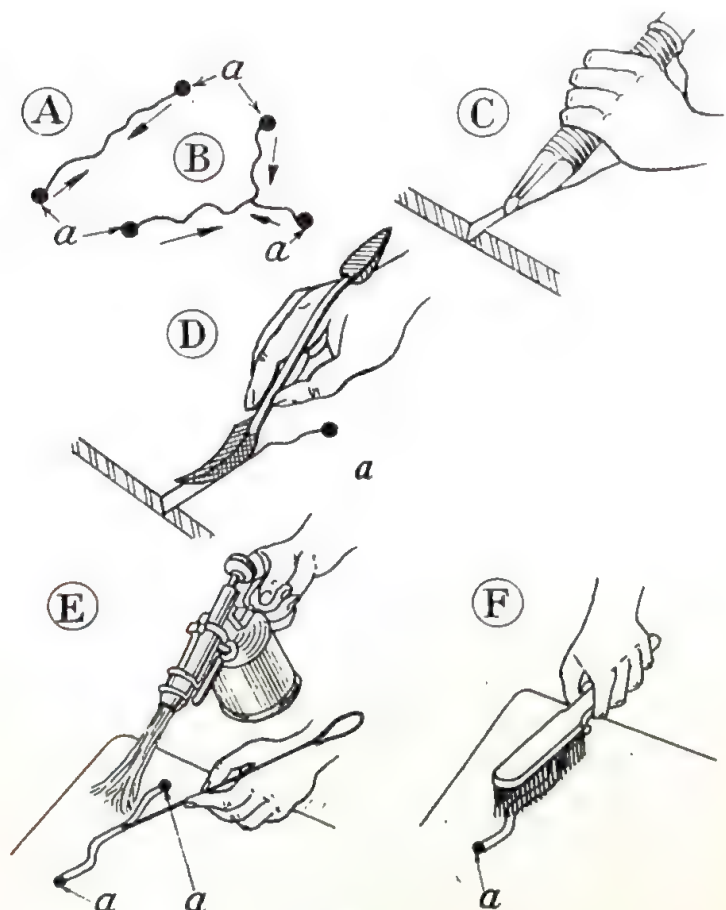

FIG. 91
B) Bien que les dilatations soient moins à redouter quand on brase que lorsque l'on soude à l'autogène, une précaution recommandable est de limiter les fêlures en perçant un petit trou *a* à chacune de leurs extrémités (fig. 91, A et B).